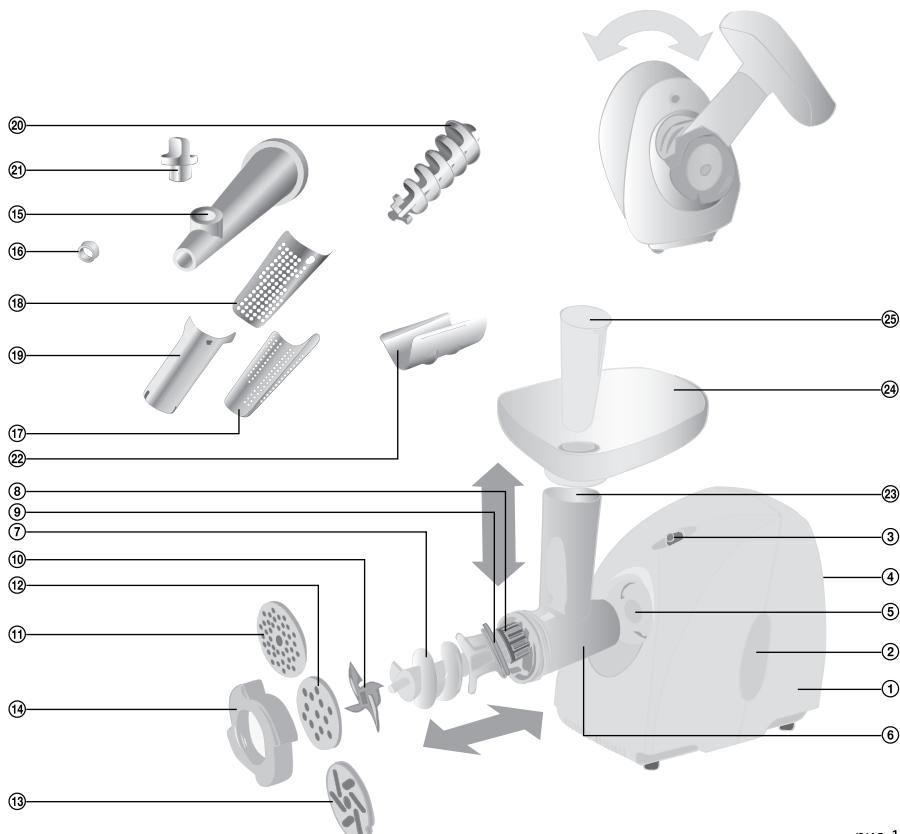

рис. 1
В соответствии с рис. 1 наденьте на шнек А ⑦ уплотнительное кольцо ⑨ и предохранительный колпачок ⑧.
В соответствии с рис. 1 наденьте на шнек А (7) уплотнительное кольцо (9) и предохранительный колпачок (8). Во время установки уплотнительного кольца следите за тем, чтобы поверхность с выступом направлялась к колпачку. Шнек в сборе А (7) вставьте в отсек для помола (6). На вал шнека А (7) установите вал шнека В (20). В приставку-соковыжималку и для изготовления колбасных изделий (15) установите вкладыш (18) и мелкое ситечко (17) или грубое ситечко (16). Приставку (13) установите на вал шнека В (20) и (15) и наверните гайку (14). Гайкой закрепите приставку (13) с отсеком для помола (6) завинчиванием в направлении часовой стрелки. Таким способом приготовленную приставку-соковыжималку установите на вал привода (5) так, чтобы углубления вошли в себя и поверните приставкой против направления часовой стрелки до щелчка. Убедитесь в том, что приставка-соковыжималка правильно зафиксирована в своем рабочем положении. К приставке-соковыжималке прикрепите винт для регулировки интенсивности отжима (21). Винт не затягивайте до упора. В нижнюю часть приставки-соковыжималки наденьте пластиковый сливной носик (22). К горловине корпуса (23) установите чашку (24).